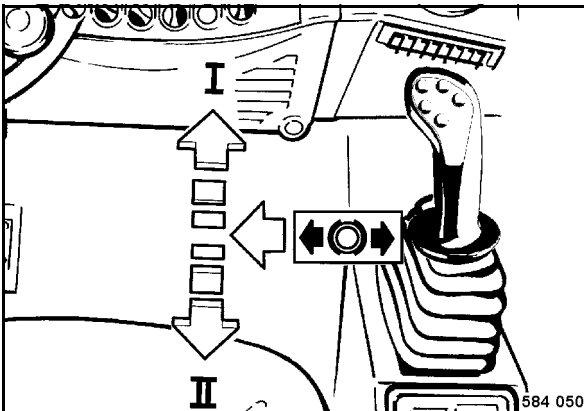

fig. 76
- Déplacer le levier de commande de la marche (fig. 76) à fond sur position „I“.